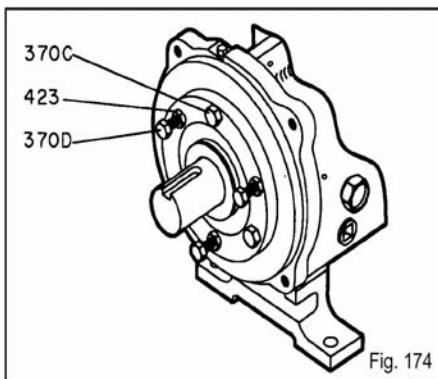

Fig. 174
2. Afloje los pernos de sujeción (370C) y los pernos de levantamiento (370D) en la caja de los rodamientos (Fig. 174).